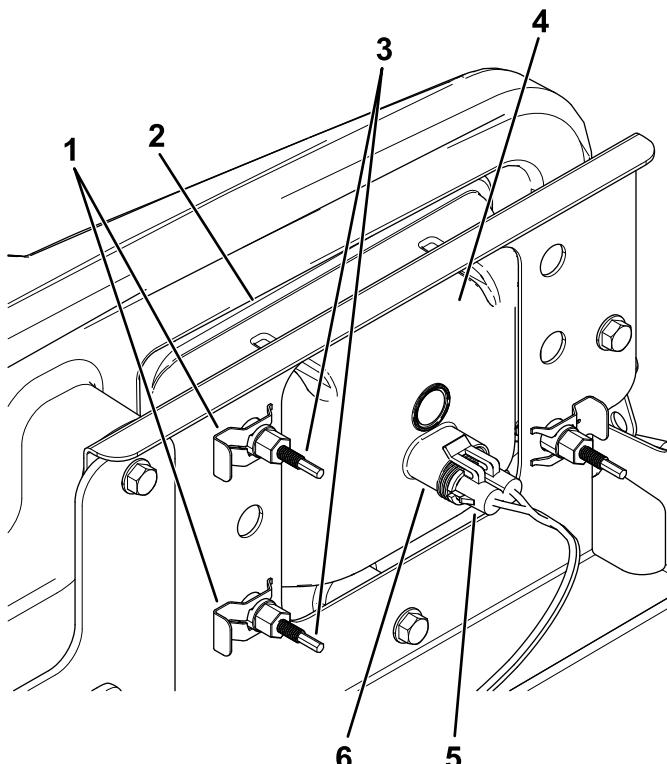

Figura 47
3. Desconecte el conector eléctrico del arnés de cables del conector del conjunto de la luz (Figura 47).
4. Retire los conectores rápidos que sujetan el faro al soporte del faro (Figura 47).
5. Retire el conjunto del faro desplazándolo hacia adelante y pasándolo por el hueco del parachoques delantero (Figura 47).
6. Introduzca el faro nuevo a través del hueco del parachoques (Figura 47).
7. Sujete el conjunto del faro con los conectores rápidos que se retiraron en el paso (4).
8. Conecte el conector eléctrico del arnés de cables al conector del conjunto de la luz (Figura 47).
5. En la parte trasera del faro, gire los tornillos de ajuste (Figura 47) para pivotar el conjunto y ajustar de la posición del haz de luz.